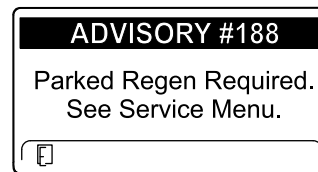

Bild 71
- Eine geparkte Regenerierung ist erforderlich, ADVISORY #188 (Bild 71)